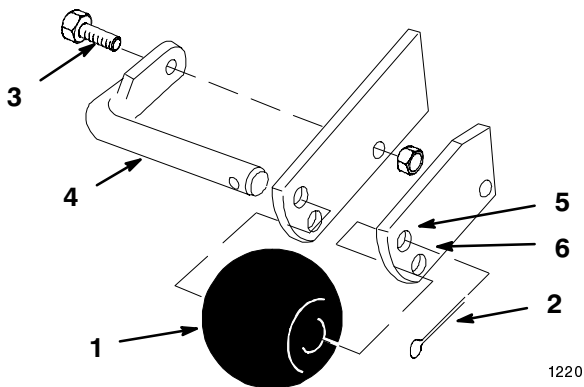

Bild 21
2. Entfernen Sie zum Verändern der Lochposition den Splint, die Schraube und die Welle (Bild 21).
3. Wählen Sie die Lochposition entsprechend der einzusetzenden Schnitthöhe und stecken die Stange ein (Bild 21).